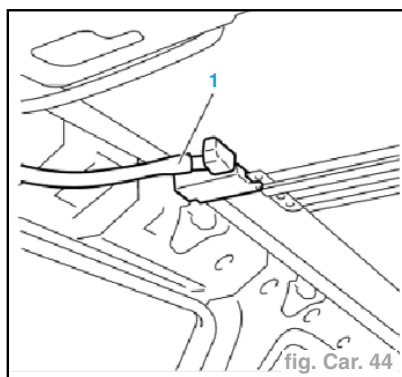

fig. Car. 44
- Détacher des coins du toit ouvrant les tuyaux de drainage de l'eau (1) (fig. Car. 44).